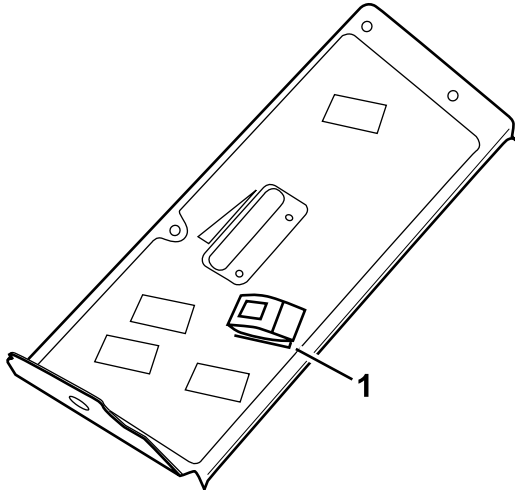

Figura 18
- El **interruptor de las luces de emergencia** controla las luces de emergencia, y funciona cuando la llave de contacto está en la posición de Encendido o Apagado (Figura 18).